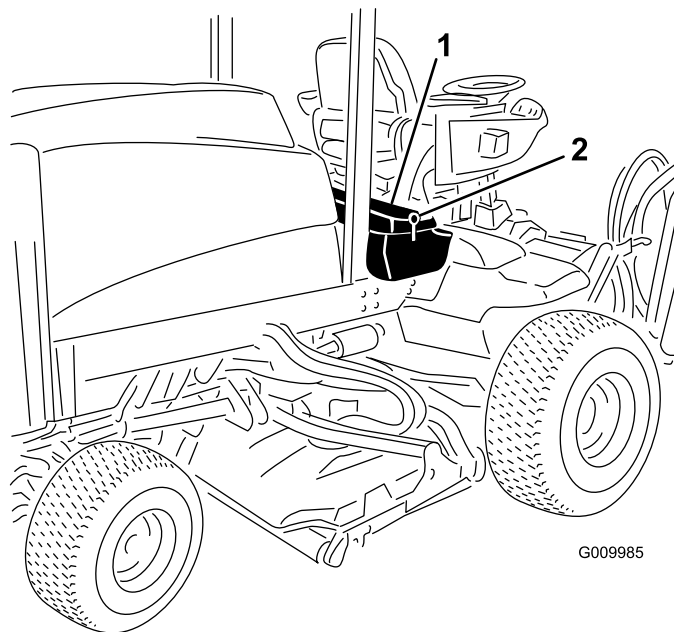
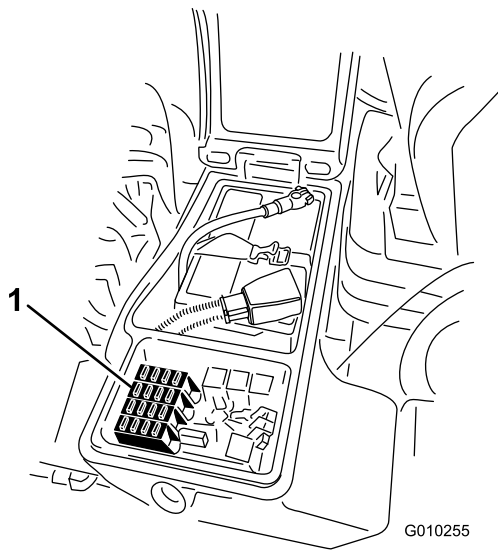

Figure 47
Figure 48
1. Ouvrez le verrou du couvercle du bac de rangement droit et soulevez le couvercle (Figure 47) pour exposer le porte-fusibles (Figure 48).
2. Remplacez le(s) fusible(s) dans les emplacements libres selon les besoins (Figure 48).
3. Refermez le couvercle du bac de rangement droit et fixez-le avec le verrou (Figure 47).